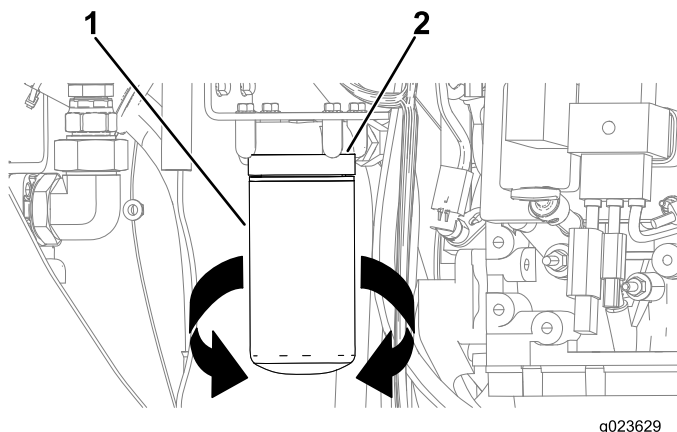

Figura 90
3. Coloque un recipiente o varios trapos debajo del filtro de aceite y del adaptador del filtro de aceite (Figura 90).
4. Gire el filtro de aceite en sentido antihorario y retire el filtro de aceite (Figura 90).
entre en contacto con el adaptador del filtro de aceite (Figura 90).
9. Gire con la mano el filtro de aceite otra media vuelta (Figura 90).